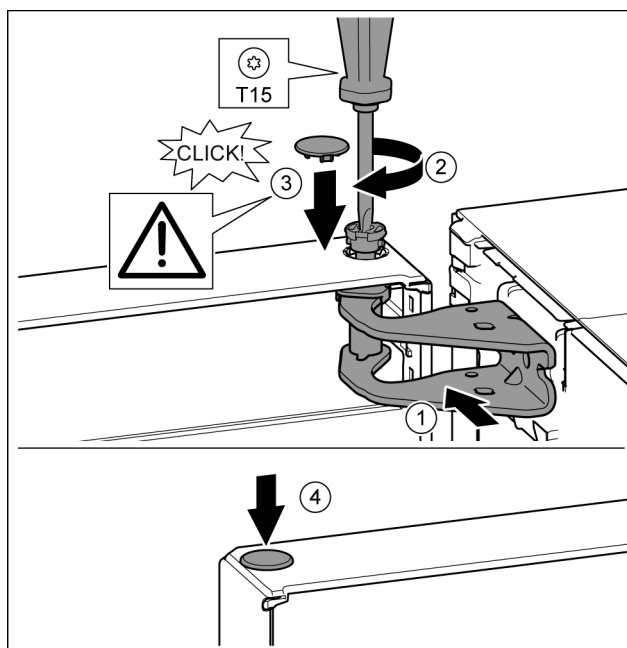

Fig. 20
- ▶ Dvere hore vyrovnajte s otvorom v ložiskovej konzole. Fig. 20 (1)
- ▶ Vložte čap a pevne ho priskrutkujte skrutkovačom T15. Fig. 20 (2)
- ▶ Namontujte poistný kryt pre poistku dverí: Nasadte poistný kryt a skontrolujte, či prilieha ku dverám. Inak čap vložte úplne. Fig. 20 (3)
- ▶ Nasadte zátku. Fig. 20 (4)